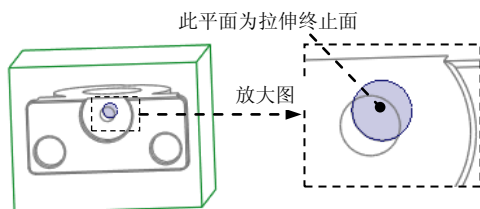
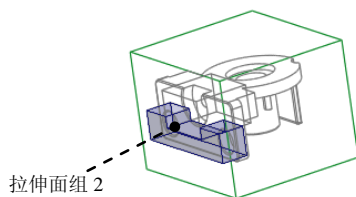

图 14.10 选取拉伸终止面
图 14.11 创建拉伸面组 2
(4) 设置深度选项。
① 在操控板中选取深度类型  (到选定的)。
② 将模型调整到图 14.10 所示的视图方位,将鼠标移动到图 14.10 所示的加亮平面处右击,从系统弹出的快捷菜单中选择 **从列表中拾取** 命令,在系统弹出的“从列表中拾取”对话框中选择 **曲面: F1 (外部合并): HANDLE-FORK_MOLD_REF** 选项。在“从列表中拾取”对话框中单击 **确定 (O)** 按钮。
③ 在操控板中单击 **选项** 按钮,在“选项”界面中选中 ☒ **封闭端** 复选框。
(5) 在操控板中单击  按钮,完成特征的创建。
Step4. 创建图 14.11 所示的拉伸面组 2。